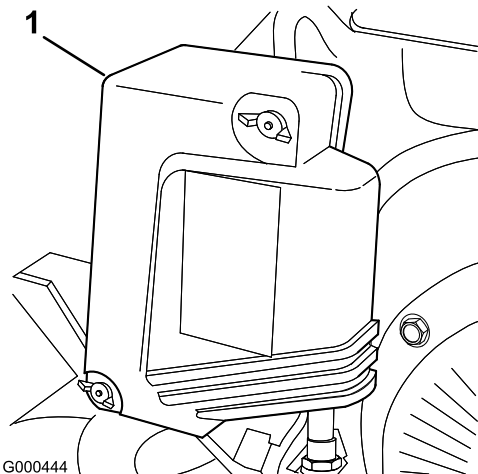

图27
2. 拧掉将空气滤清器盖固定至空气滤清器上的蝶型螺帽，然后取下滤清器盖。彻底清洁滤清器盖（图27）。